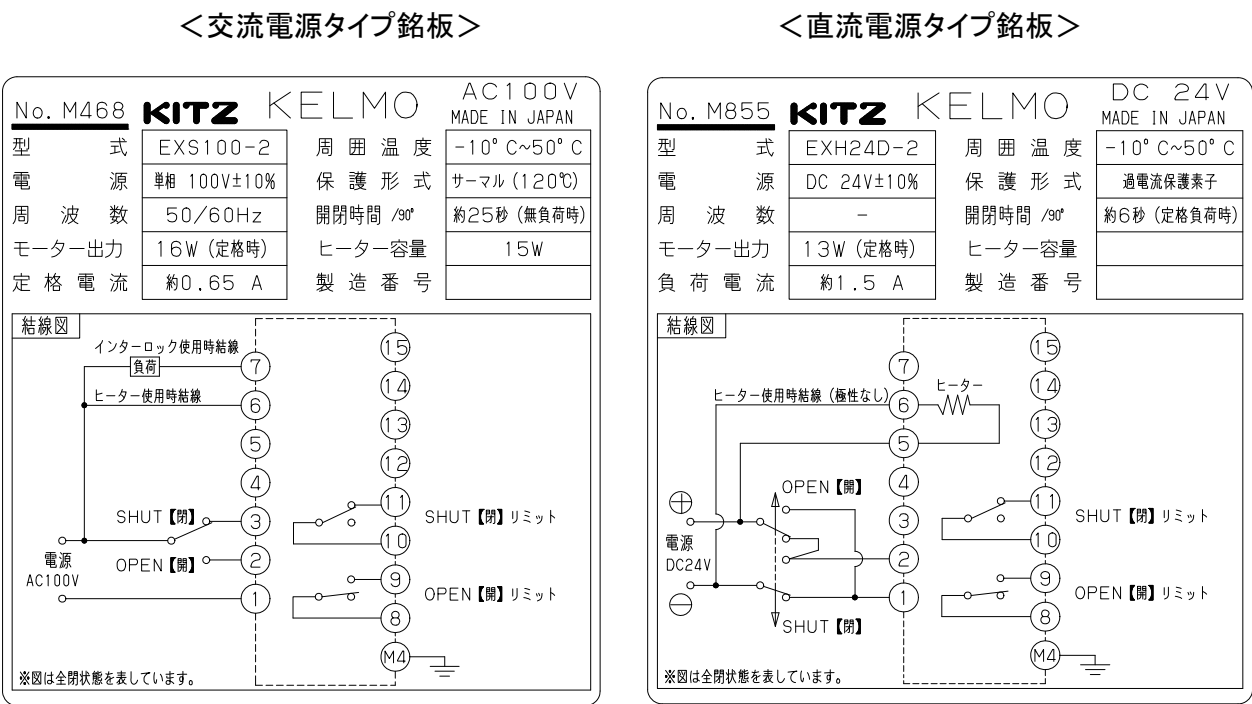

図4
6.1 アクチュエータのカバー側面に製品概略仕様を記した主銘板を貼り付けています。(図4参照)